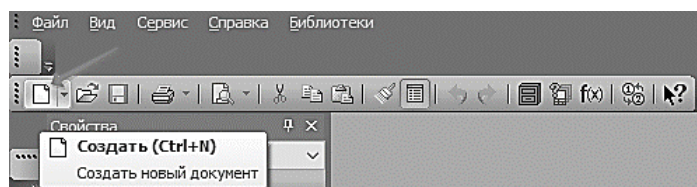

Рис. 87. Создание чертежа
1.1 Для создания нового чертежа вызовите команду **Файл – Создать** или нажмите кнопку **Создать**  на панели **Стандартная** (рис. 87).